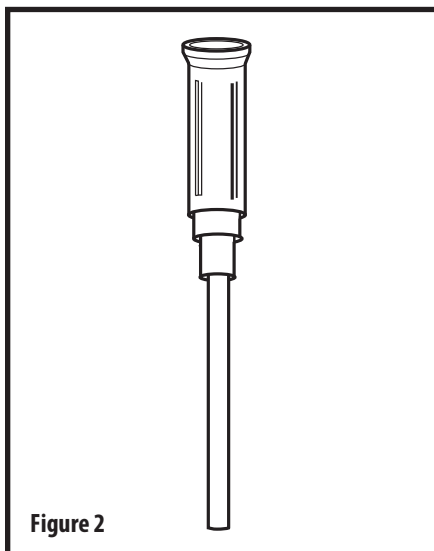

Figure 2
7. Die Einführkanüle (**Abb. 2**) in den Jejunallport schieben, bis die Nabe den Jejunallport berührt und die Einführkanüle in der Sonde sichtbar ist. Die Einführkanüle öffnet das Einwegventil und schützt es vor Beschädigungen durch den Führungsdraht.